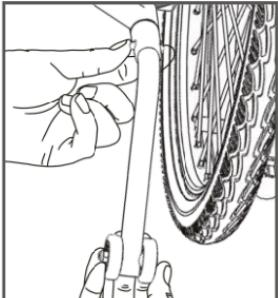

Figura 10
- Installazione e rimozione della ruota antirollio: durante l'installazione, tenga la biglia sulla ruota antirollio con le dita e la inserisca nel foro del telaio fino a quando la biglia non si sarà fissata nel foro della biglia della sedia a rotelle. Durante la rimozione, tenga la biglia con una mano ed estragga la ruota antirollio all'indietro con l'altra mano, si veda la Figura 10 (Nota: la ruota antirollio si trova a circa 4 cm da terra).